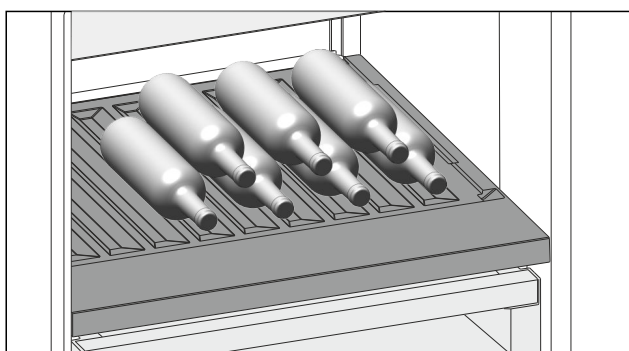

Fig. 99
- Wkładać butelki dnem ustawionym do tyłu, w kierunku ścianki tylnej. (patrz Fig. 99)